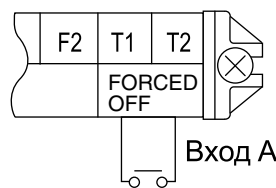

Рис. 32
(1) Спецификации проводов и указания по электрическому монтажу (См. Рис. 32)